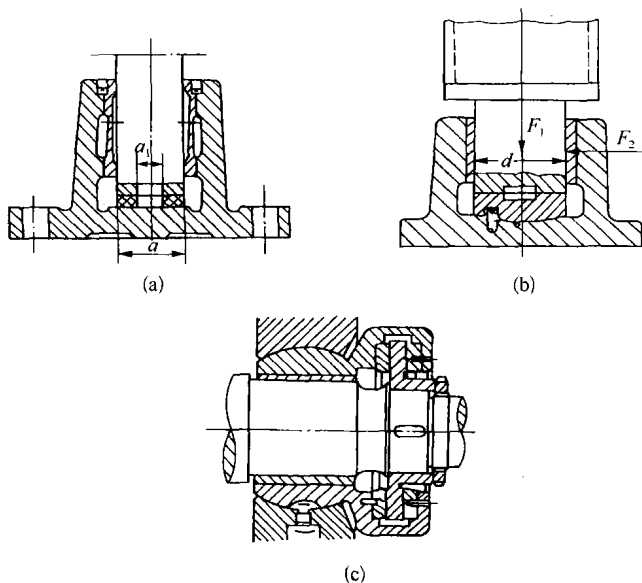

图 1-10 推力滑动轴承
⑤ 推力滑动轴承。推力滑动轴承如图1-10所示。为防止偏载,在轴瓦下面设一易变形的铅制垫块,或将轴瓦下表面制成球面,并套装在防止它转动的销子上,成为一种能承受双向推力的调心式滑动轴承。推力滑动轴承普通型如图1-10(a)所示,下端面球面型如图1-10(b)所示,双向推力与调心组合型如图1-10(c)所示。